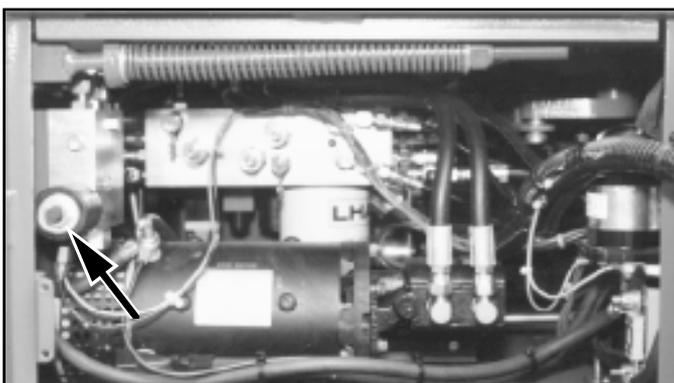

Bild 3: Notfall-Senk-Ventil
13. Überprüfen Sie die Funktion des Ausrichtensors (Bild 3), indem Sie den Sensor aus der Waagrechten und gleichzeitig den Fahrwerk-Hebeschalter in die **AUF**-Stellung (**UP**) drücken. Der Neigungsalarm muß ertönen.
15. Öffnen Sie das Fahrwerk-Notfall-Senk-Ventil (Bild 3), um die korrekte Funktion zu überprüfen, indem Sie den Griff hineindrücken und gegen den Uhrzeigersinn um eine Vierteldrehung drehen. Sobald der Korb ganz abgesenkt ist, schließen Sie das Ventil durch Eindrücken und Drehen des Griffs um eine Vierteldrehung im Uhrzeigersinn, bis die Arretierung einrastet.
Bitten Sie jemanden am Boden, das Notfall-Senk-Ventil (Bild 3) zu öffnen, um den Korb zu senken. Das Notfall-Senk-Ventil befindet sich im Innern des rechten Moduls: